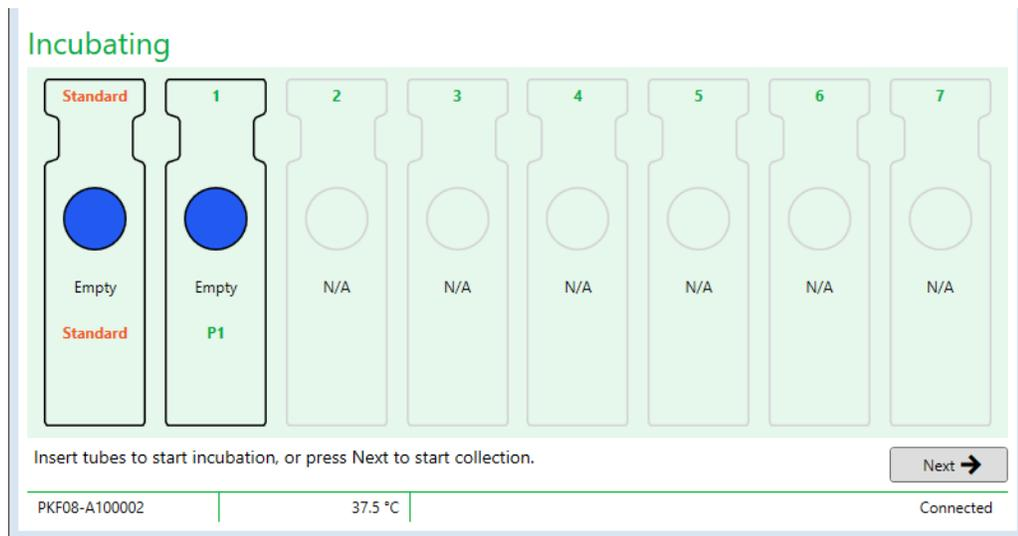

Figura 9. Pantalla de incubación de BG Analytics®
1. En la pantalla **Incubación**, los pocillos están preparados para insertar los tubos cuando el estado de los tubos es "Vacío" (Figura 9). El primer pocillo de la izquierda está etiquetado como Patrón (**Standard**) y está dedicado al vial PTR STAT, mientras que los pocillos restantes, etiquetados como 1 a 7, están dedicados a las muestras de los pacientes.